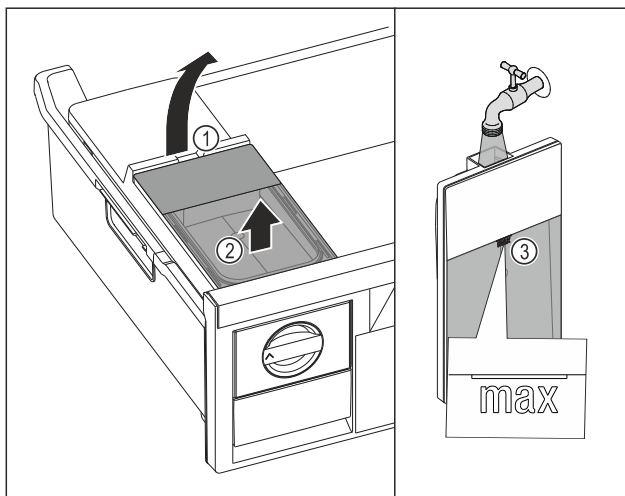

Fig. 123
- ▶ Emelje fel a víztartályt a kivágásnál Fig. 123 (1).
- ▶ Felfelé vegye ki a víztartályt. Fig. 123 (2)
- ▶ Ivóvízzel tölts fel a jelölésig Fig. 123 (3) a víztartályt.